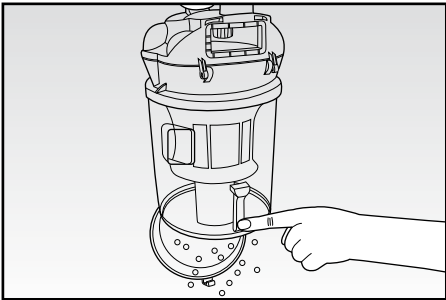
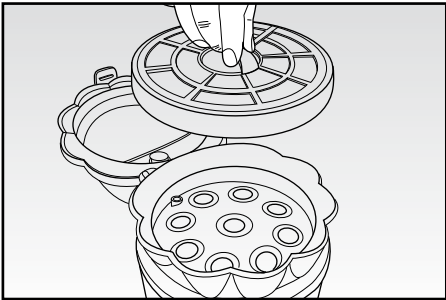

Fig. 7
Fig. 9
- Svuotare il contenitore della polvere (A), aprendo il coperchio mediante il relativo pulsante di sgancio (Fig. 7).
- Per una pulizia completa del contenitore (A) è necessario smontarlo in ogni sua componente, operando come di seguito descritto:
- premere l'apposito pulsante ed aprire il coperchio del contenitore (A) (Fig. 8); quindi estrarre il filtro sottostante (Fig. 9);